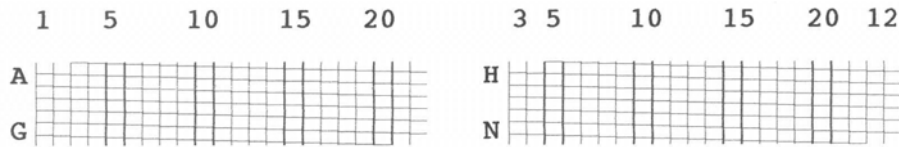

Abbildung 25: Muster A
- Muster A zeigt den Zustand der Patrone mit Hilfe eines Gitters an (siehe Abbildung 25).